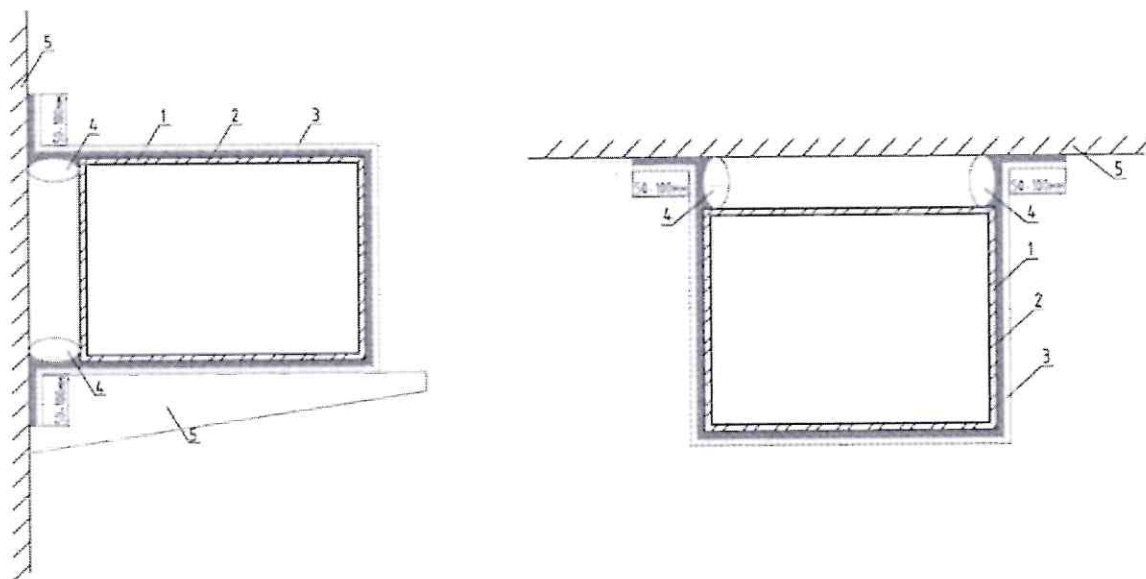

Рис. 4. Огнезащита воздуховодов системой PRO-МБОР-VENT при близком расположении к стене (а) и перекрытию (б).
- узкие промежутки между соседними воздухопроводами заполняются шнуром ШБТ, после чего монтаж системы PRO-МБОР-VENT осуществляется согласно п.4.6 как для единой системы (рис. 4).
- узкие промежутки между воздуховодами и строительной конструкцией заполняются шнуром ШБТ, после чего монтаж системы PRO-МБОР-VENT осуществляется с заведением материала PRO-МБОР на строительную конструкцию на 50-100 мм согласно п.4.6 с обязательной проклейкой клеем Kleber и закреплением механическим способом (металлическими анкерами) с шагом не более 150 мм (рис. 4).